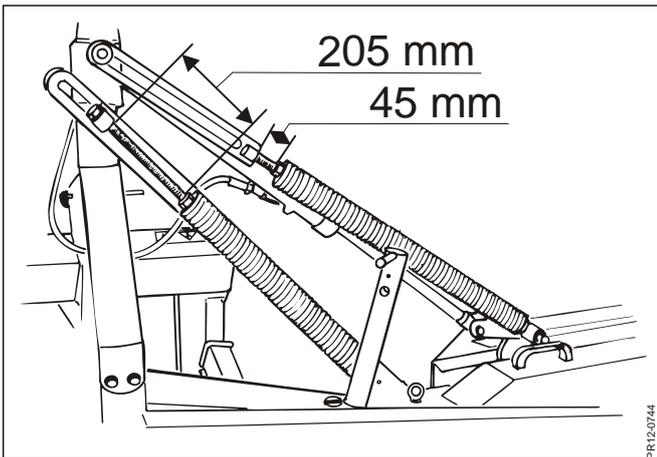

Fig. 2-6
- Fig. 2-6** Die Maschine wird durch 2 große Zugfeder entlastet, die bis zum Ausleger und zum Schneideinheit gehen. Die Feder sind ab Fabrik zur korrekten Entlastung justiert. Es ist deshalb wichtig, daß die obengenannte PIC-Höhe von 700 mm in Arbeitsstellung eingehalten wird.